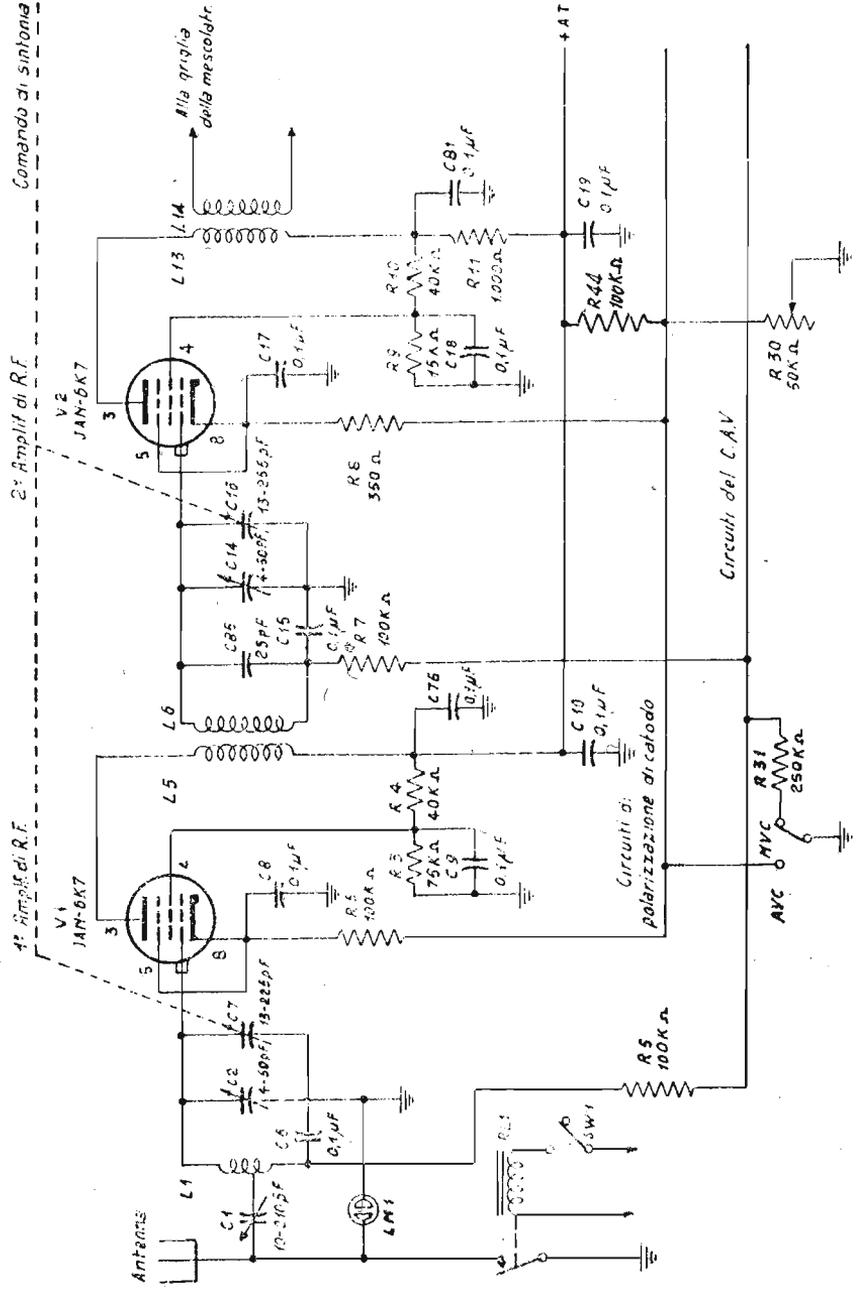

Fig. 5. Stadii amplif. di R.F. dei circuiti BC-314 e BC-344
3. L'uscita del 1° stadio amplificatore di R.F. è accoppiata induttivamente dalla L 5 alla L 6 che si trova nel circuito di griglia del 2° stadio amplificatore di R.F. La L 6 unitamente al C 85, al C 14 ed al C 16 forma il circuito risonante d'ingresso di tale stadio; il funzionamento è identico a quello descritto per il primo stadio (fig. 5).